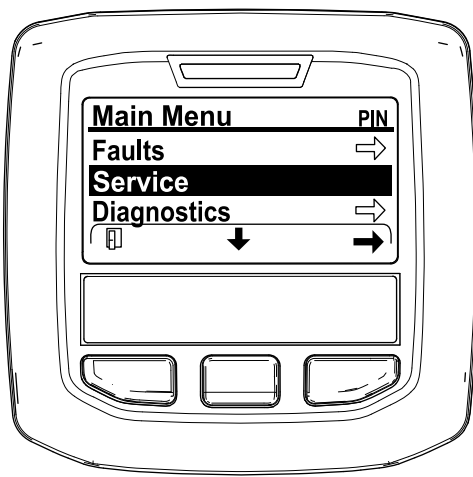

Figura 48
2. Desde el menú PRINCIPAL, pulse el botón central para desplazarse hacia abajo hasta el menú SERVICE (Servicio) y pulse el botón derecho para seleccionar la opción SERVICE (Servicio) (Figura 48).